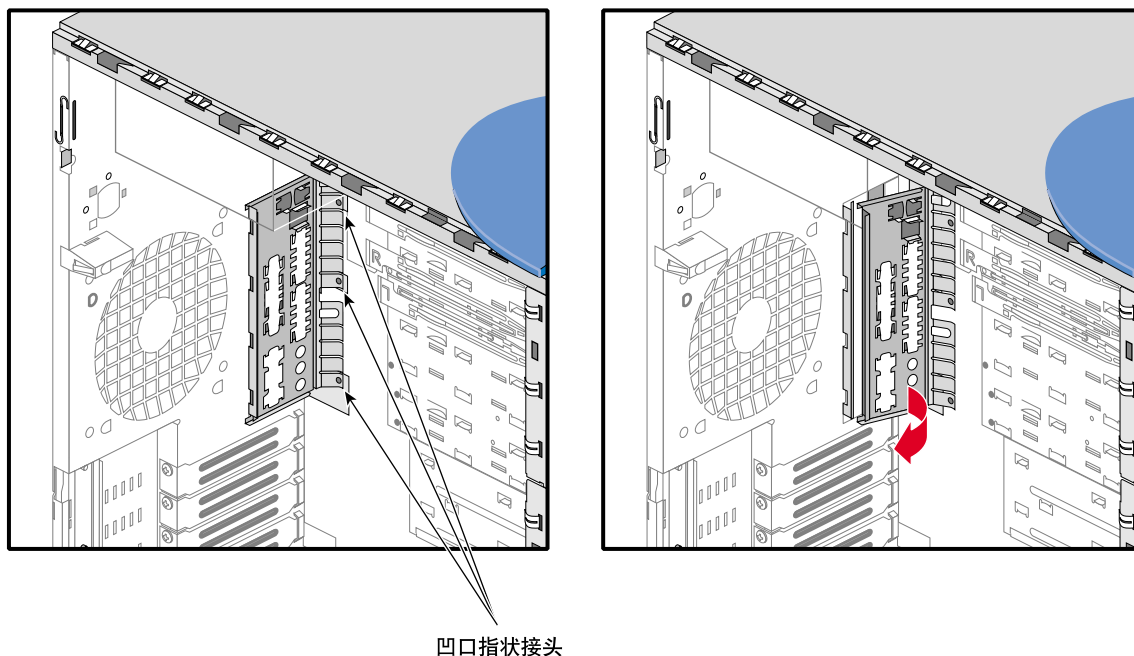

图 2-25 取下 I/O 面板垫圈
2. 找到 I/O 面板垫圈底部的三个凹口指状接头，其位置如图 2-25 所示。